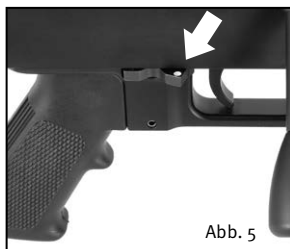

Abb. 5
Durch Zurückziehen des Verschlusses wird die abgeschossene Patronenhülse ausgezogen und ausgeworfen. Drehen Sie die Sicherung auf Stellung gesichert (Abb. 5).
Durch Zurückziehen des Verschlusses wird die abgeschossene Patronenhülse ausgezogen und ausgeworfen. Beim Vorschieben des Verschlusses wird eine neue Patrone aus dem Magazin in das Patronenlager des Laufs eingeführt. Verriegeln Sie den Verschluss durch Verdrehen des Griffs. Drehen Sie die Sicherung auf Stellung gesichert (Abb. 5).
Die Waffe ist erneut geladen, gespannt und gesichert. Wird das Gewehr entsichert, der Schuss unterbleibt jedoch, ist sofort wieder zu sichern (Abb. 5).
1. Drehen Sie die Sicherung des Gewehres auf Sicherungs-Stellung (Abb. 5).